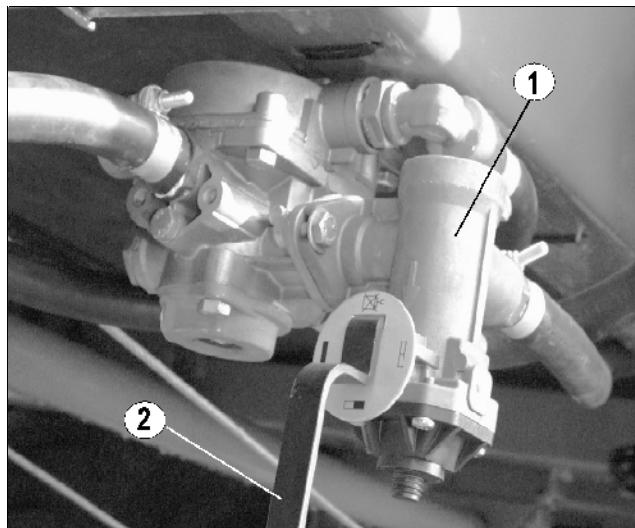

Рис. 15
- Перед началом движения регулятор тормозного усилия (Рис. 15/1) отрегулируйте вручную при помощи рычага (Рис. 15/2) в соответствии со степенью загрузки.